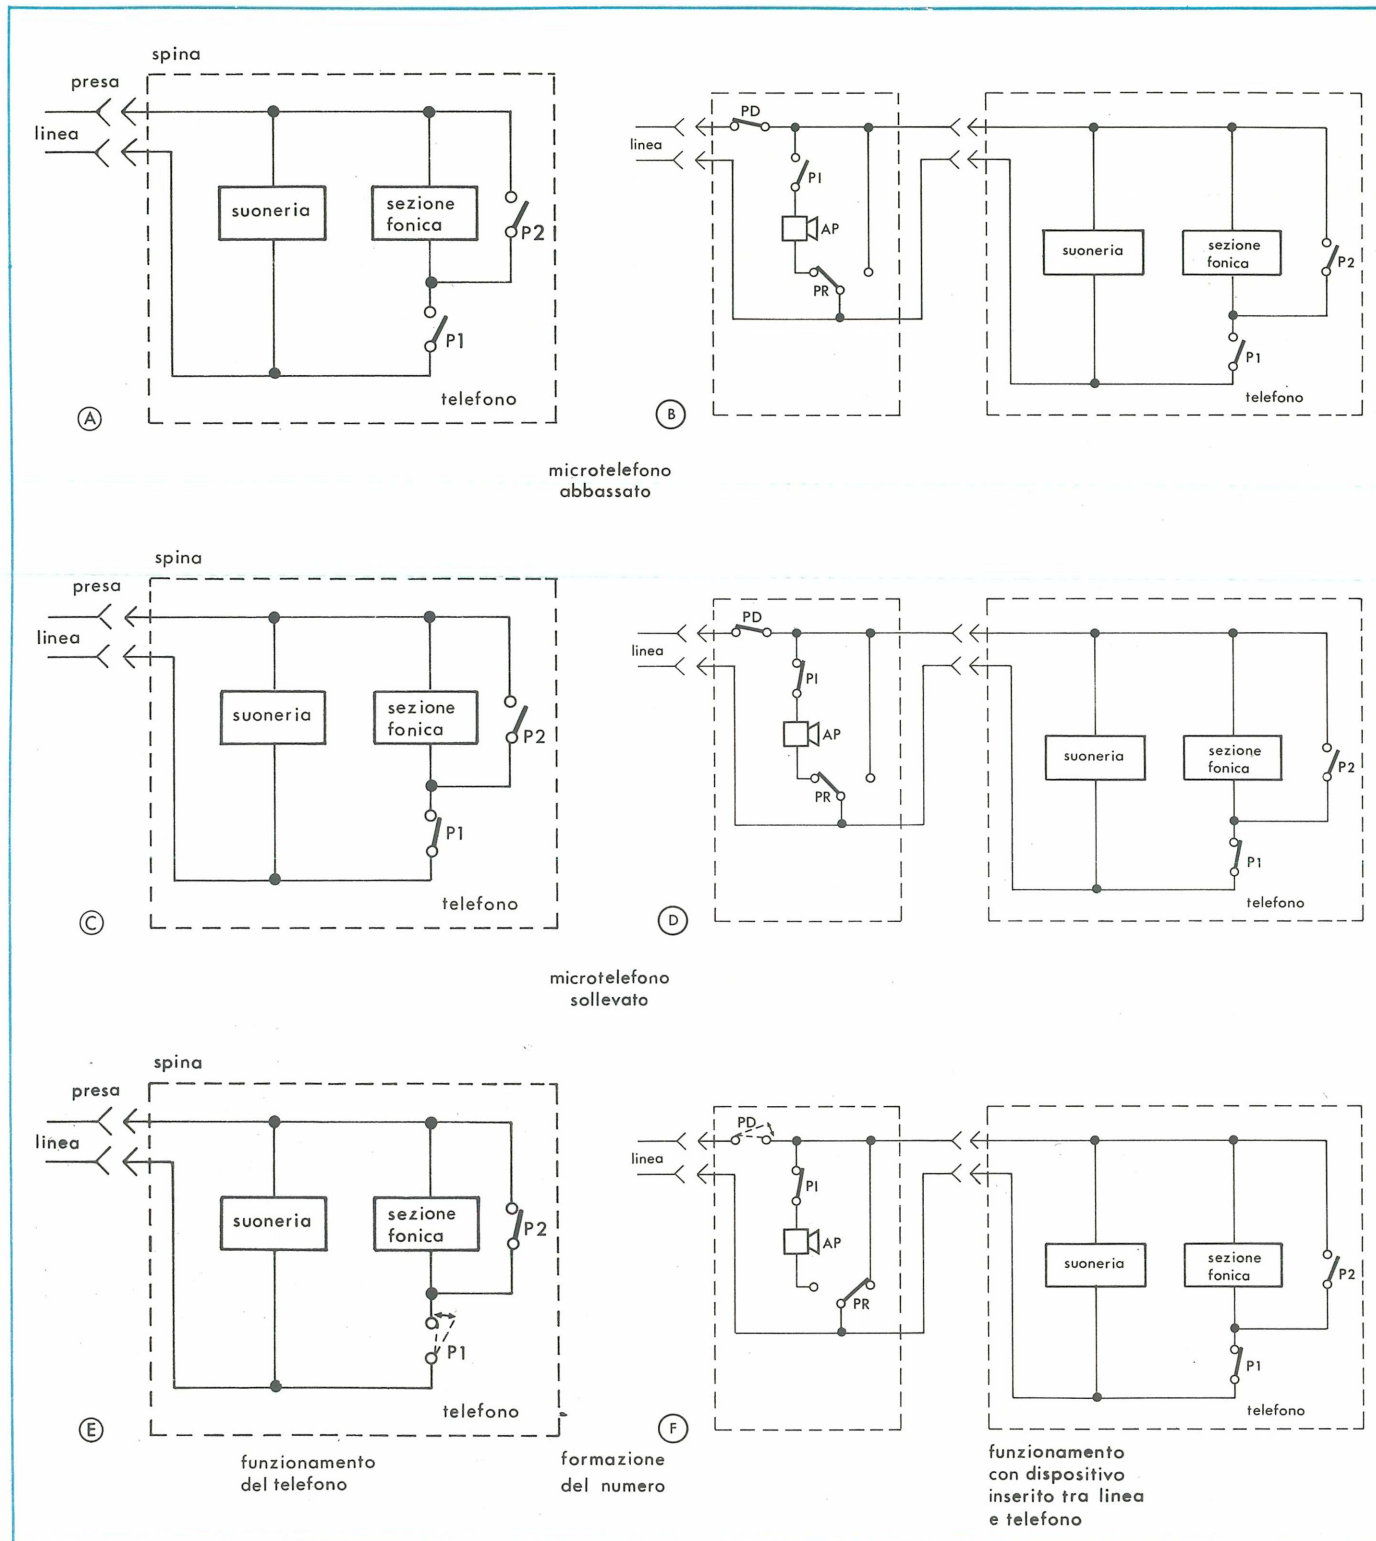

Figura 4 - Funzionamento del telefono.
In A, C ed E di Figura 4 si possono vedere i tre possibili stati del telefono, mentre in B, D ed F come sono realizzati con un dispositivo esterno collocato tra linea e apparecchio telefonico. PD e PR sono due pulsanti aggiuntivi inseriti nel dispositivo. AP è un amplificatore telefonico che si inserisce in linea
gio in B, D ed F di Figura 4. D1, D2, D3 e D4 esplicano una funzione esclusivamente protettiva. Infatti, anche ammettendo che vengano scambiati tra loro i due capi del doppino telefonico, essi provvederanno a fornire le giuste polarità al dispositivo, che di persè è polarizzato facendo uso di transistor.
- 1) Il bit D0 della porta 2 viene portato a livello logico 1 allo scopo di chiudere l'interruttore elettronico PD costituito dai due transistor TR1-TR2. Il telefono è ora connesso con la linea telefonica (stato B di Figura 4).